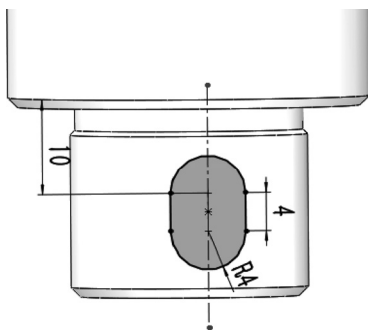

图 8-12 绘制键槽草图
**03** 绘制键槽草图。单击“草图”控制面板中的“直槽口”按钮和“智能尺寸”按钮，绘制键槽草图轮廓，如图 8-12 所示。